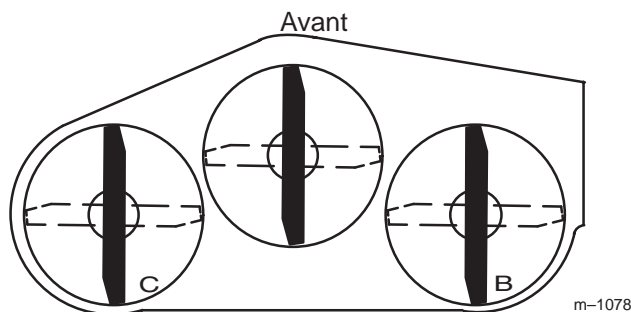

Figure 63
- Tournez la lame **droite** à 180° (Fig. 63).
- Mesurez la distance au point **B** (Fig. 63) entre la surface plane et le tranchant de la pointe de la lame droite (Fig. 64).
- Tournez la lame **gauche** à 180° (Fig. 63).
- Mesurez la distance au point **C** (Fig. 63) entre la surface plane et le tranchant de la pointe de la lame gauche (Fig. 64).